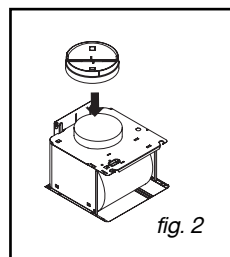

fig. 2
– Monte a válvula de retenção na saída do motor (fig. 2). Esta válvula de retenção permite obstruir a entrada de ar proveniente do exterior.